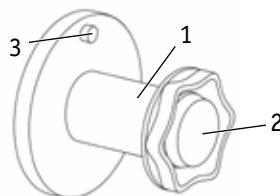
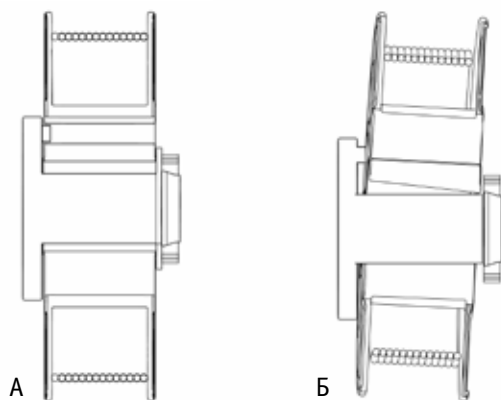

Рис. 7.3. Ось катушки.
Рис. 7.4. Установка катушки с проволокой на ось катушки.
6. Установите катушку с проволокой на ось катушки (см. рис. 7.3). Не допускайте перекоса катушки (см. рис. 7.4).